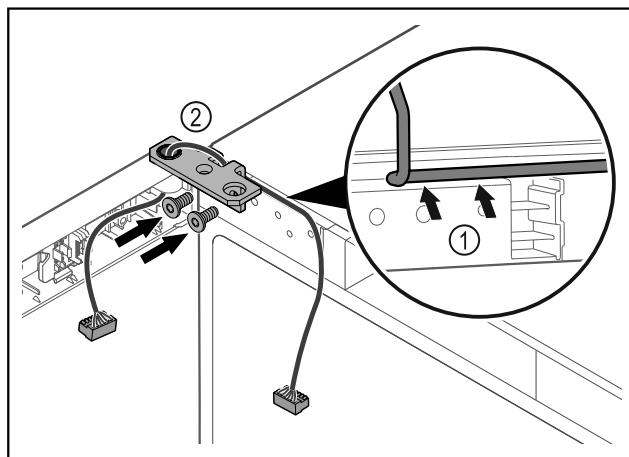

Fig. 42
- Faire passer le câble avec précaution par le trou de l'équerre de charnière Fig. 42 (1).
- Visser l'équerre de charnière Fig. 42 (2).